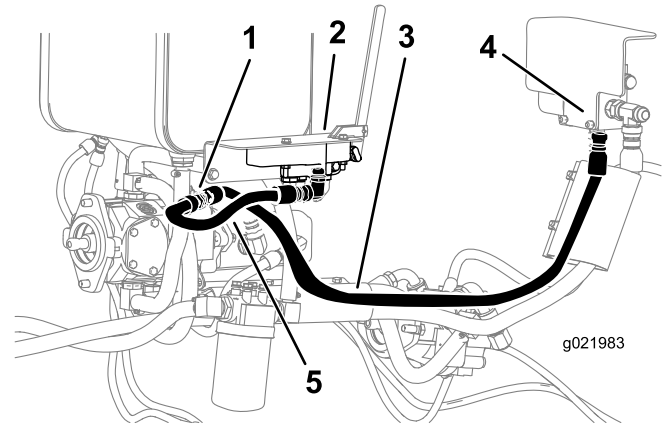

**Figure 16**
- Débranchez le flexible A de la pompe hydraulique (Figure 16), ajoutez le raccord de flexible et branchez le flexible B à l'autre bout du raccord (Figure 17).
- Branchez le flexible C (36 po) relié au raccord droit (orifice d'entrée) sur le distributeur (Figure 14) à la pompe hydraulique (où le flexible A était raccordé précédemment (Figure 16); voir Figure 18).